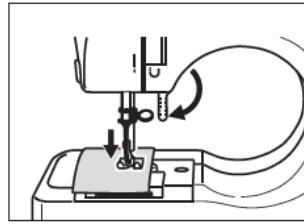

Fig.8
3. Senken Sie den Nähfuß ab (Fig.8).